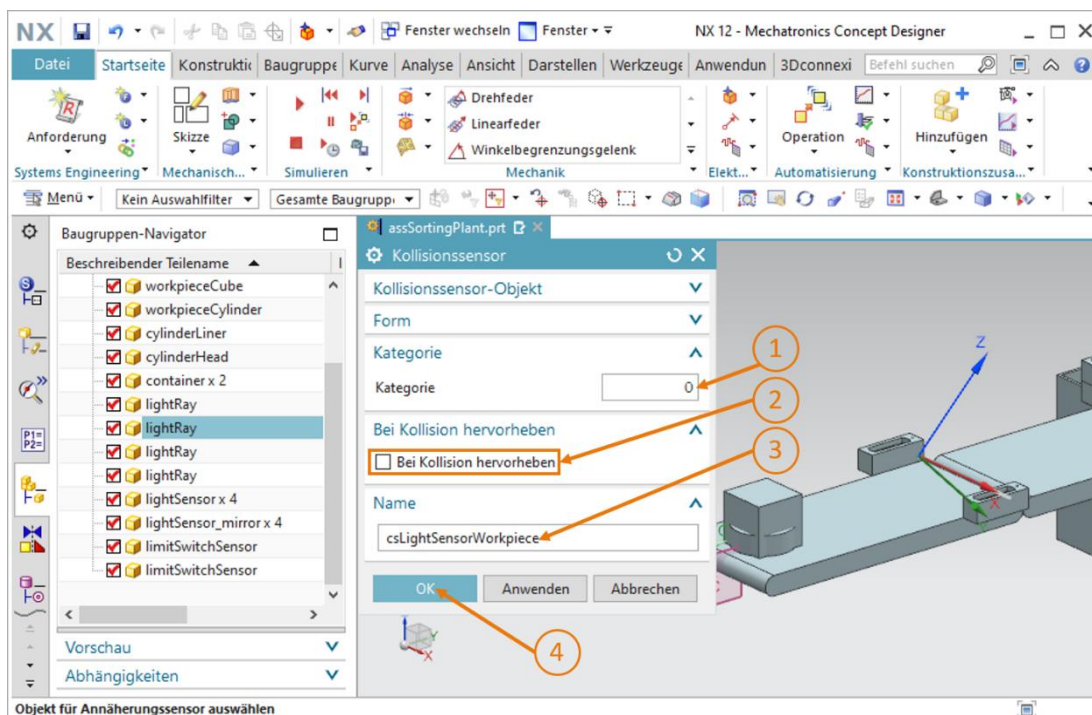

Abbildung 50: Erstellen des Kollisionssensors zum Zählen aller Werkstücke – Weitere Einstellungen und Namen festlegen
- Belassen Sie die Kategorie bei dem Wert "0" (siehe Abbildung 50, Schritt 1). Deaktivieren Sie die Einstellung "Bei Kollision hervorheben" (siehe Abbildung 50, Schritt 2). Vergeben Sie zum Schluss noch den Namen "csLightSensorWorkpiece" (siehe Abbildung 50, Schritt 3) und bestätigen Sie Ihre Eingaben durch einen Klick auf die Schaltfläche "OK" (siehe Abbildung 50, Schritt 4). Dabei steht das Präfix "cs" für die englische Bezeichnung "collision sensor".